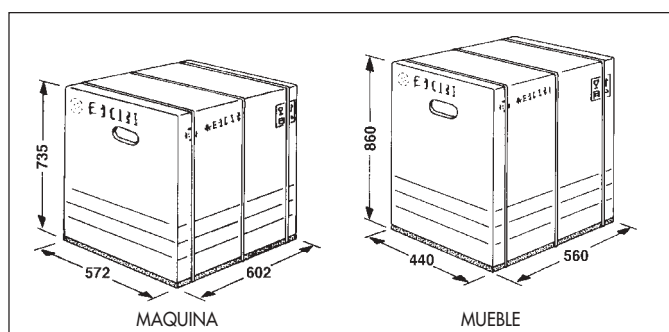

Fig. 4
- La máquina viene dentro de embalajes de cartón con un tablero reforzado (ver la Fig. 4) y se puede almacenar dentro de su embalaje original en ambientes no húmedos o polvorientos.